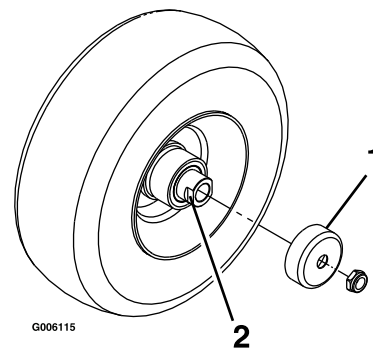

Figura 47
4. Retire los protectores de los retenes del cubo de la rueda (Figura 47).